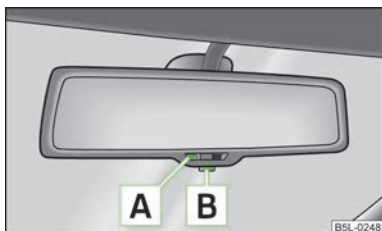

Fig. 39
- Pulsar la tecla **B** » fig. 39, el testigo **A** se enciende.